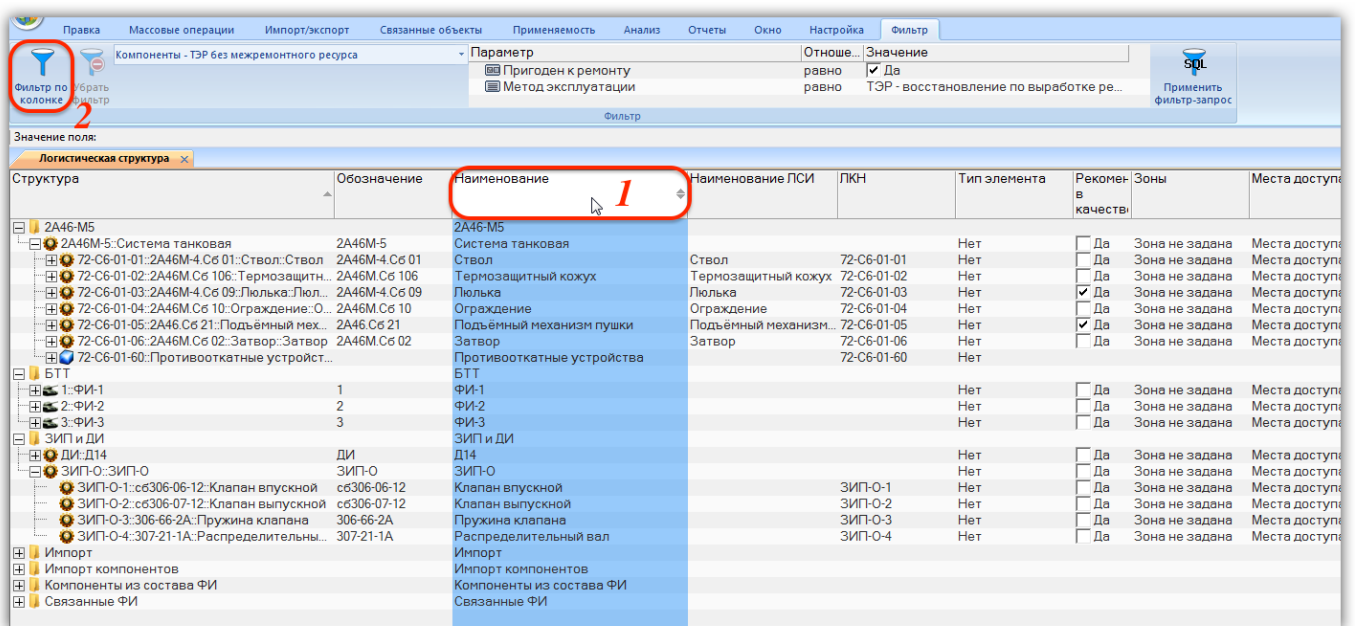

Рис. 5-60 – Выделить колонку в рабочем окне
1) Выделить колонку, по которой будет применяться фильтр. Для этого нажать на ее заголовке (1 на рис. 5-60).